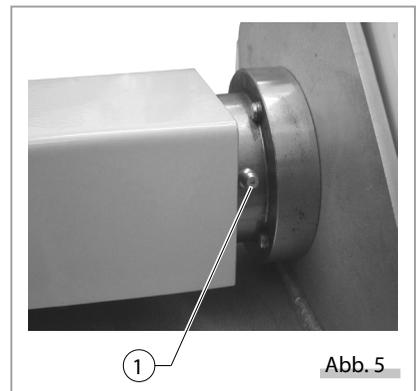

Abb. 5
- # Antriebslager (Abb.5 Pos.1).